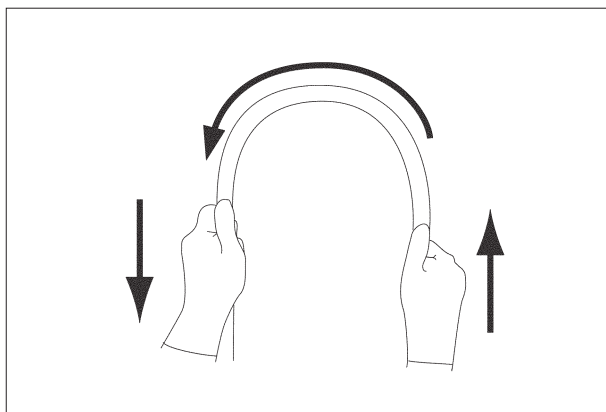

Рис. 3.3
5. Обеими руками согните вводимую трубку эндоскопа в дугу. Затем, совершая движения руками, как показано на рис. 3.3, убедитесь в том, что вводимая трубка может свободно принимать форму дуги и имеет достаточную гибкость.